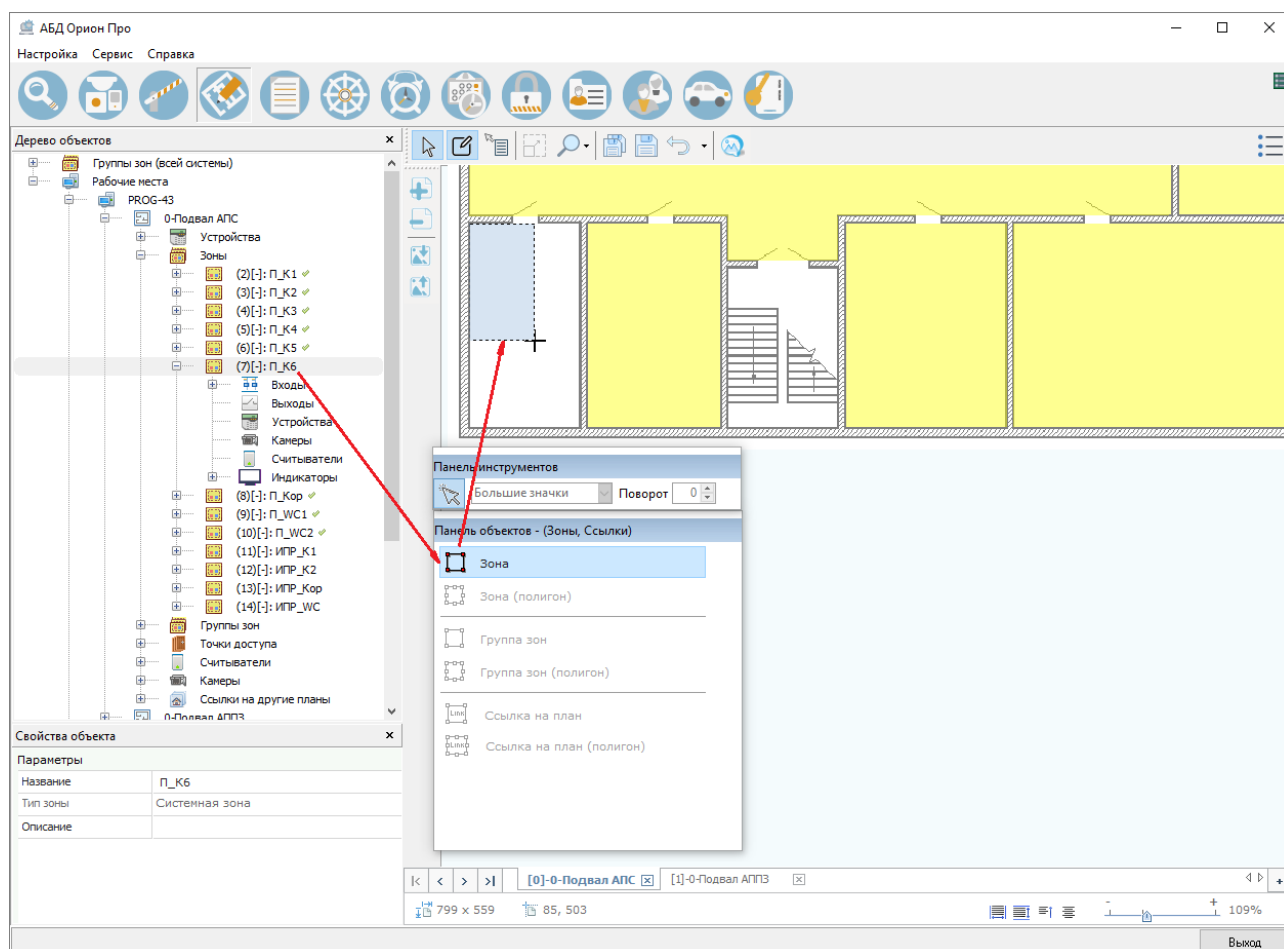
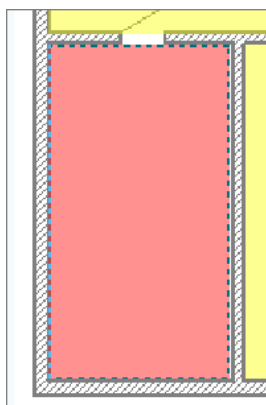

Рисунок 6-609 Визуализация объекта "Зона" при помощи прямоугольника
Рисунок 6-610 Область, заданная прямоугольником
- а) если в панели визуализации объектов «Зоны, Ссылки» выбран вариант вида , то нажмите левой клавишей мыши в том месте области рисования, где будет находиться одна из вершин размещаемого на плане прямоугольника, и, удерживая левую клавишу мыши нажатой, переведите курсор в то место, где будет располагаться противоположная вершина прямоугольника (см. Рисунок 6-609), после чего отпустите левую клавишу мыши. В результате в области рисования появится область, заданная прямоугольником (см. Рисунок 6-610).